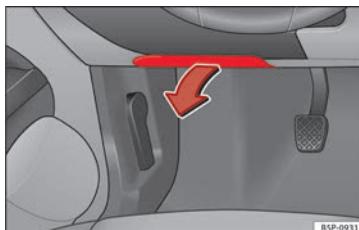

Fig. 173 Lado izquierdo del tablero de instrumentos: tapa de la caja de fusibles.
- **Abrir:** abata la cubierta hacia abajo » fig. 173.